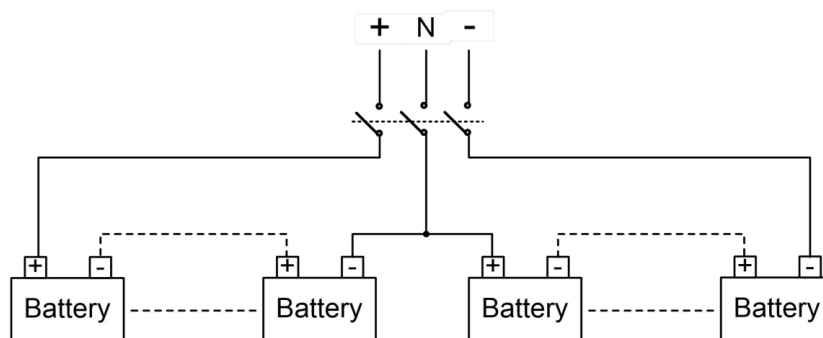

Figura 3-8 · Diagrama de ligação dos bancos de baterias
A ligação de referência dos bancos de baterias é mostrada na Figura 3-8. O neutro (N) das baterias é o potencial de referência, derivado do ponto central entre os bancos positivo e negativo.